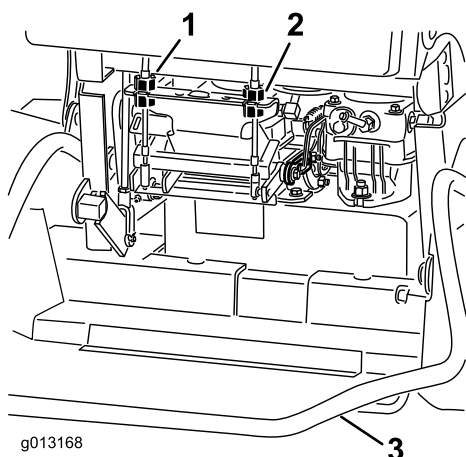

Figura 55
4. Gire la rueda de ajuste del cable derecho hasta que la palanca de control de movimiento derecha quede posicionado en el centro de la ranura de bloqueo/punto muerto del panel de control. Luego, gire el ajuste del cable izquierdo hasta que la velocidad de la rueda izquierda coincida con la velocidad de la rueda derecha establecida anteriormente. (Figura 55).